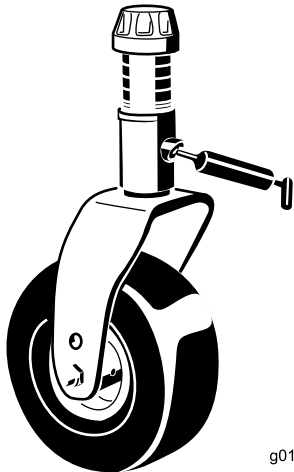

Bild 20
- Laufradgabel-Büchsen (2)(Bild 20)